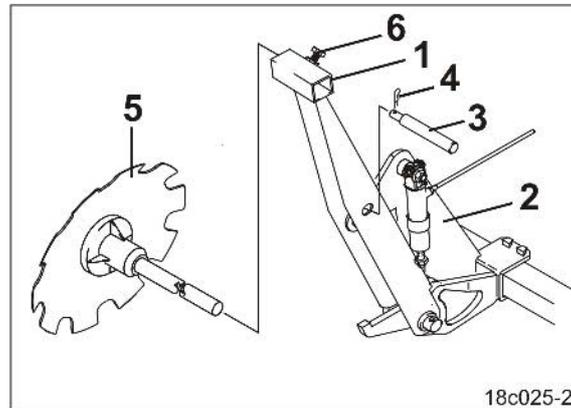

Fig. 201
2. Sujetar el soporte de los discos trazadores (Fig. 201/1) a los soportes de transporte (Fig. 201/2).
3. Asegurar el perno (Fig. 201/3) con pasadores elásticos (Fig. 201/4).
4. Soltar el tornillo de fijación (Fig. 201/6).
5. Extraer el disco trazador (Fig. 201/5) del soporte de los discos trazadores (Fig. 201/1) y llevar a un depósito apropiado.